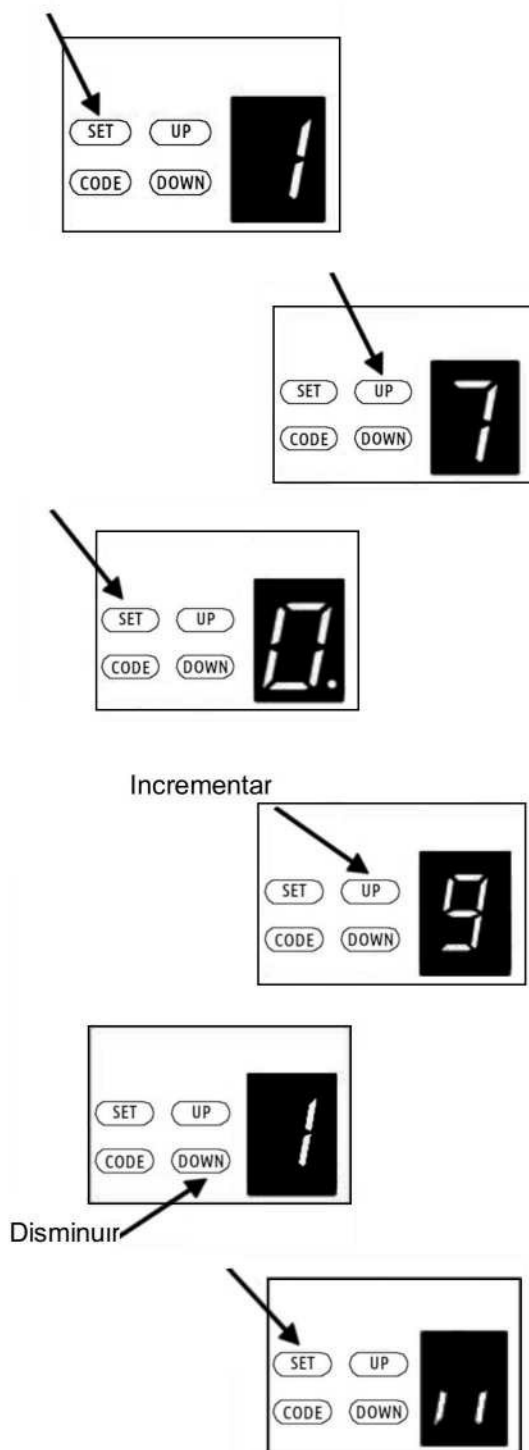

Fig.46
7.9.-Ajuste de Reversa al Activarse las Fococeldas Infrarrojas. (Fig.46)